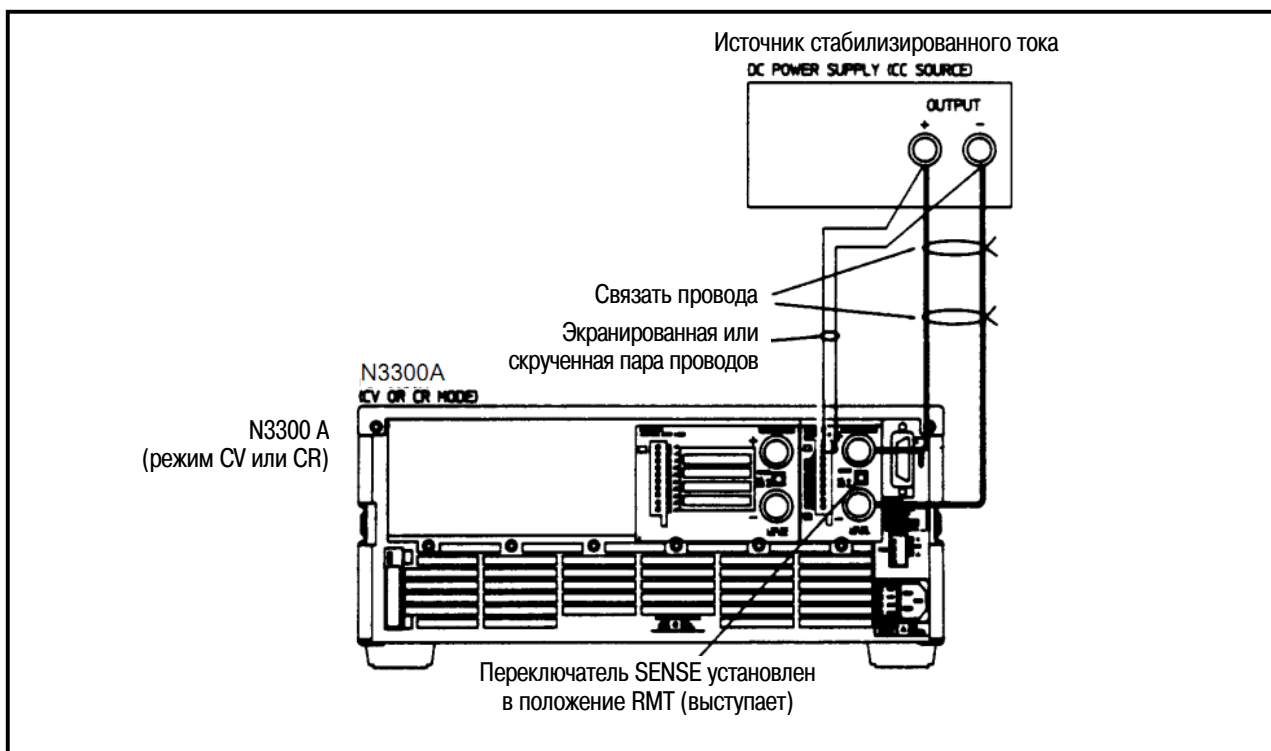

Рис. 3-11 Дистанционное измерение напряжения
На рис. 3-11 показана типичная испытательная установка, в которой модуль № 1 присоединен для работы в режиме дистанционного измерения напряжения. Входы SENSE модуля № 1 соединены с выходом источника питания. Это позволяет скомпенсировать падение напряжения на длинных проводах присоединения электронной нагрузки. Этот способ полезен только тогда, когда модуль № 1 работает в режиме стабилизации напряжения (CV) или сопротивления (CR). Дистанционное измерение напряжения обеспечивает также более высокую точность считывания напряжения во всех режимах работы. Переключатель SENSE должен быть установлен в положение **RMT**. Провода присоединения нагрузки должны быть связаны в жгут для минимизации индуктивности.